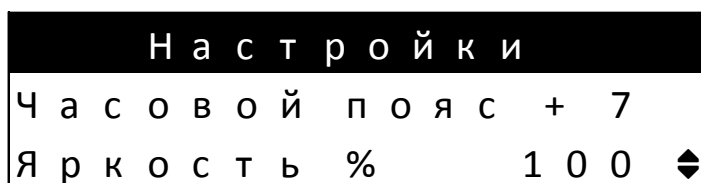

Рисунок 7.3.3.1 - Окно выбора яркости дисплея
7.3.3.1 Окно выбора яркости дисплея (рисунок 7.3.3.1).